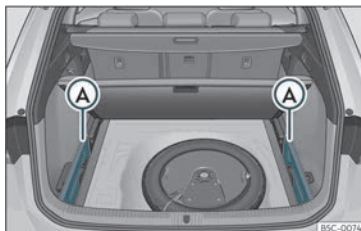

Fig. 120 Al maleter: allotjament per guardar la safata enrotllable.
- Traieu les tapes esquerra i dreta»» fig. 120